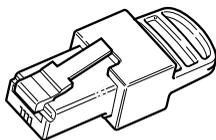

Figura 2-2 Terminaciones de red Xanbus
- Terminaciones de red (Figura 2-2)—cada extremo de la red Xanbus debe disponer de las terminaciones de red adecuadas. Si la red no se termina de manera adecuada, se degrada la calidad de la señal y se reduce el rendimiento de la red. Schneider Electric no soporta una configuración permanente sin terminadores. El SCP incluye una terminación. Dependiendo de su diseño de red, es probable que deba insertar este terminador en otro dispositivo que está en otra parte de la red.